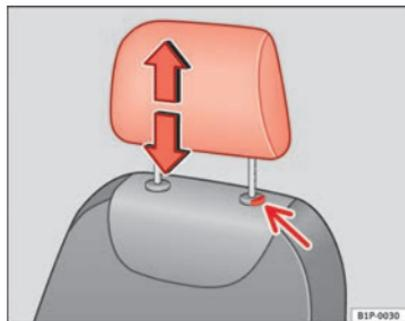

Fig. 89 Regulação ou desmontagem do encosto de cabeça
- Premir o botão ⇒ Fig. 89 (seta).